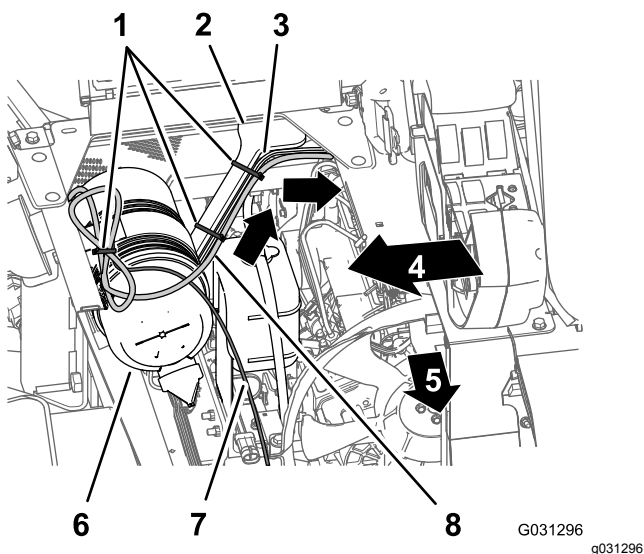

Figure 170
1. Acheminez la branche de 220 cm du faisceau électrique du système de navigation transversalement à l'angle du boîtier du siège et vers le bas le long du support gauche du carénage du moteur Figure 170.
2. Attachez le faisceau au support du carénage du moteur avec des attache-câbles (Figure 170).